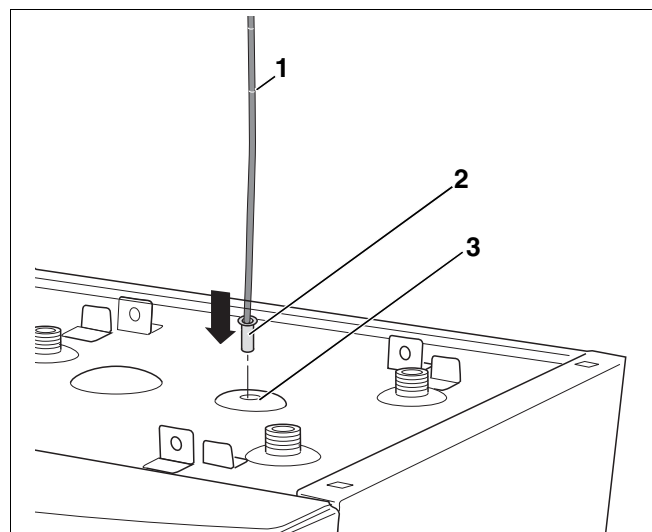

Abb. 10 Temperaturfühler montieren
- Temperaturfühler (Abb. 10, **Pos. 2**) in die Tauchhülse (Abb. 10, **Pos. 3**) bis zum Anschlag ganz nach unten einführen.
Der Temperaturfühler muss so tief in die Tauchhülse eingeführt werden, dass die Markierung (Abb. 10, **Pos. 1**) für den S135 bzw. S160 mit der Oberkante der Tauchhülse abschließt.